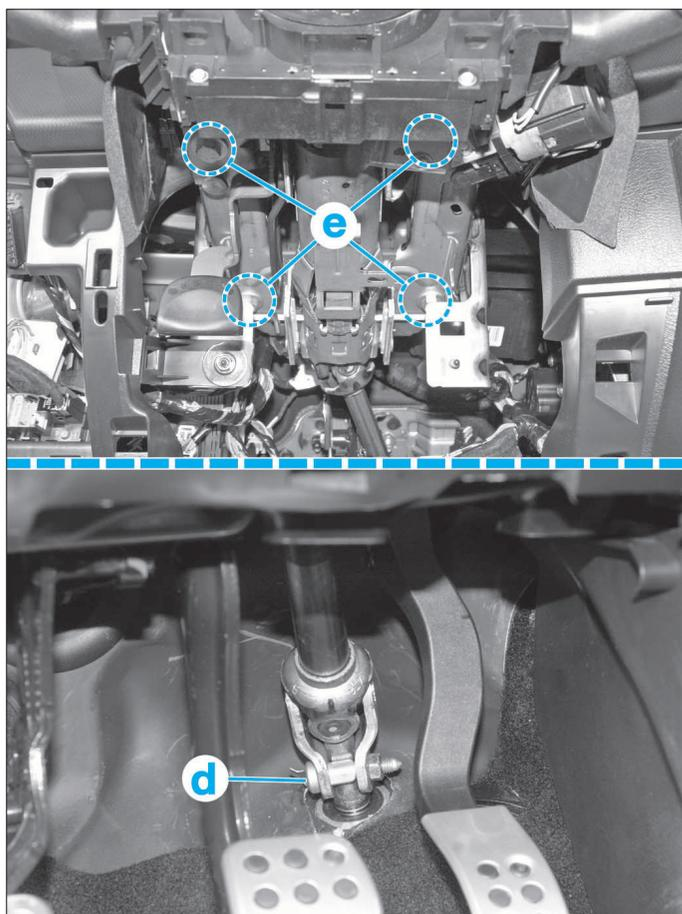

FIG. 21
- Déposer la fixation inférieure de colonne de direction (d) ainsi que les 4 vis (e) situées derrière le commodo (empreinte hexagonale de 13) (Fig.21).